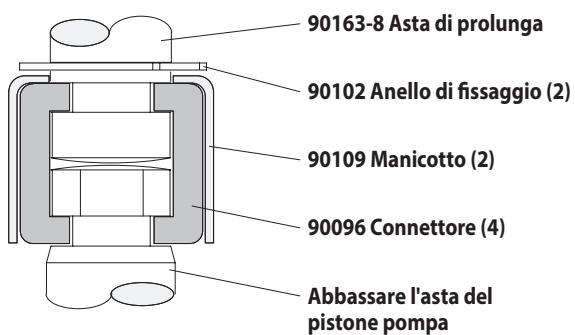

Figura 2
4. Utilizzando le pinze dell'E-ring, allontanare l'anello di ritegno facendolo scivolare verso l'alto quanto basta per consentire al manicotto di spostarsi in alto, liberando i due connettori (vedere la Figura 2). Accantonare il motore ad aria.